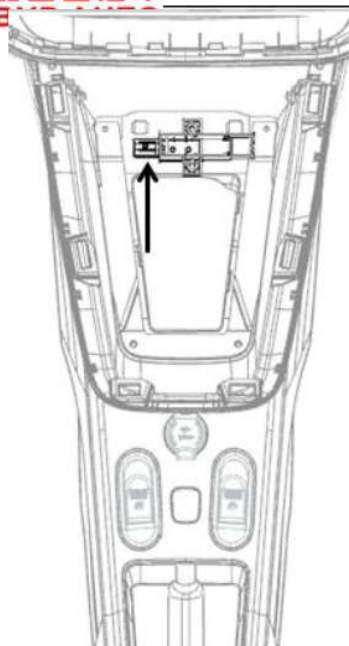

图 2-19 探测天线位置
- (4) 拆卸下探测天线、备用电源、窗锁、窗控开关的线束端子，副仪表板本体 X 向向车后移动，再将副仪表旋转抬起绕过换挡机构与手刹总成即可取出副仪表，完成拆卸。（探测天线位置如下图 2-19 所示）